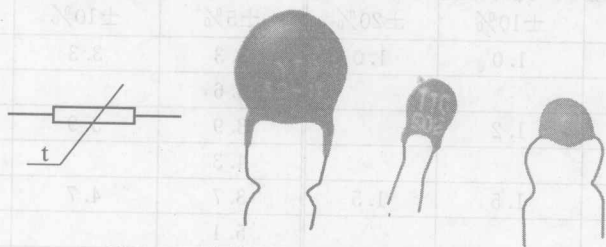

图1-2 热敏电阻器的符号与外形图
(2) 金属膜电阻的特点是工作环境温度范围广，可在 $-55^{\circ}\text{C} \sim +125^{\circ}\text{C}$ 的温度范围内工作，温度系数小。与碳膜电阻相比金属膜电阻精度高、噪声低、稳定性好，多用于电阻阻值精度要求较高的场合，但其价格较高。
(3) 线绕电阻阻值工作稳定、精度高、噪声低、耐热性能好，可在 150°C 下正常工作，温度系数小，质轻，多用在精密仪器、大功率负载设备中，其额定功率一般都在 1W 以上。
(4) 敏感电阻器是指器件特性对温度、电压、湿度、光照、气体、磁场及压力等作用敏感的电阻器。敏感电阻器的符号是在普通电阻器的符号中加一斜线，并在旁边标注敏感电阻的类型，热敏电阻器符号与外形图如图1-2所示。